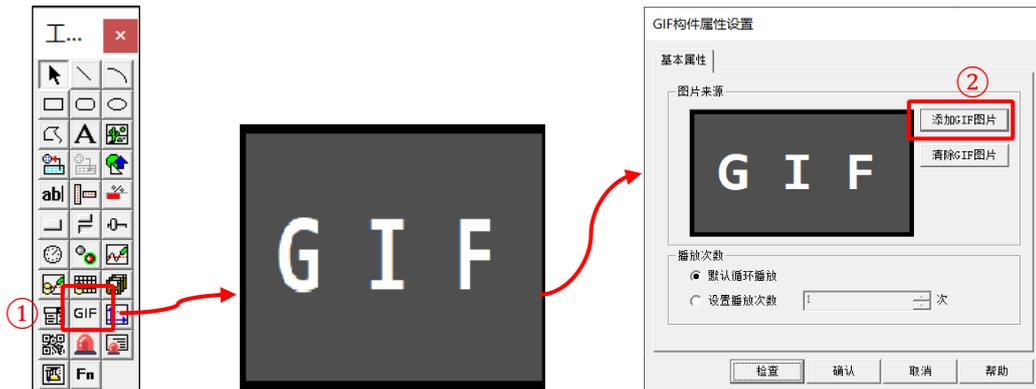

图 3.2-1 GIF 构件属性设置界面
- ① 将 GIF 构件拖拽到画面中合适的位置和合适的大小，双击该构件，打开【GIF 构件属性设置】界面。如图 3.2-1 所示。
- ② 点击【添加 GIF 图片】按钮。如图 3.2-1 所示。